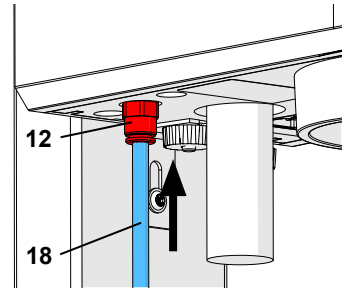

Bild 5-a
I tidigare apparater är ingångsfiltret (13) placerat utanför apparaten (bild 5-b). Tryck i så fall tryckluftsslagen (18) in i ingångsfiltret (13). Ett litet motstånd måste övervinnas märkbart.